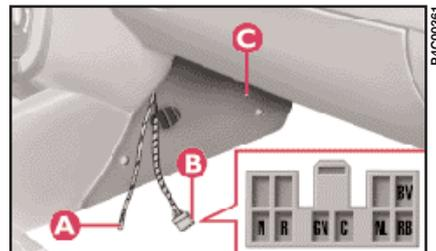

fig. 95
– câbles de connexion à l'antenne bifonction **A** (fig. 95) et câblage avec connecteur à dix voies **B** avec fonction d'alimentation et de connexion au haut-parleur bifonction situés dans la partie avant du tunnel central; pour y accéder, dévisser les vis et enlever le volet **C**.